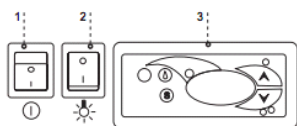

Figura 7. Pannello di comando
- Premere l'interruttore principale come indicato nella Figura 7/1 (p. 5). In questo modo verrà avviato il termostato e, successivamente, il gruppo frigorifero del dispositivo.
- Impostare la temperatura sul pannello del termostato come indicato nella Figura 7/3 (p. 5) (istruzioni dettagliate a pagine 9 o 10)
- Premere il tasto d'illuminazione, Figura 7/2 (p. 5)